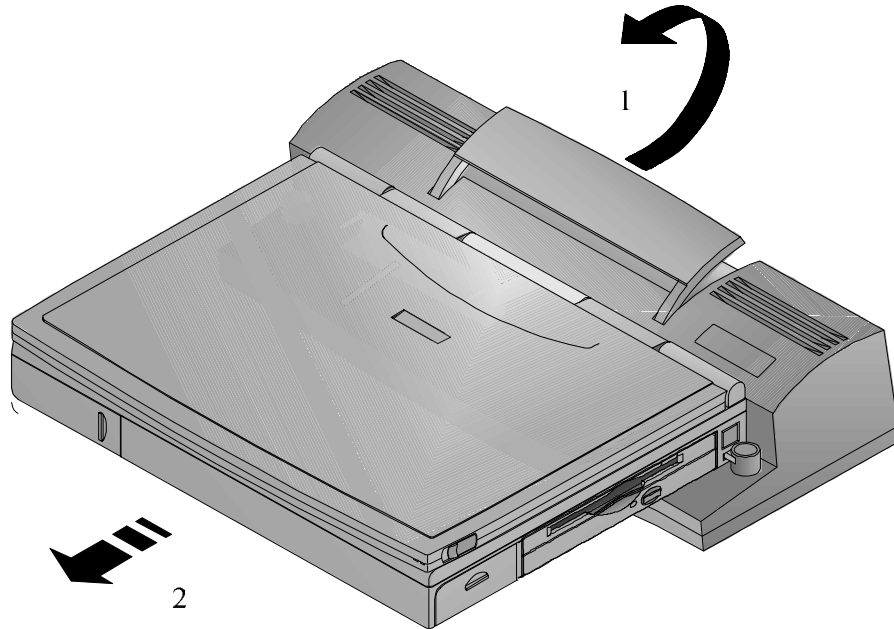

Figure 6-15 : retrait du notebook du réplicateur de port
1. Relevez le loquet de déverrouillage dans la direction indiquée par la flèche (figure 6-15, étape 1)
2. Faites glisser le notebook de manière à le séparer du Minidock. (figure 6-15, étape 2)